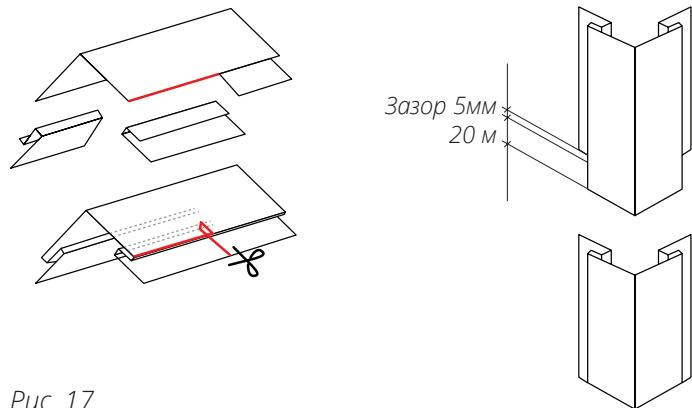

Рис. 17
- Для этого отрежьте 25 мм от крепежного отгиба, верхней планки, оставив лицевую часть (рис. 17).